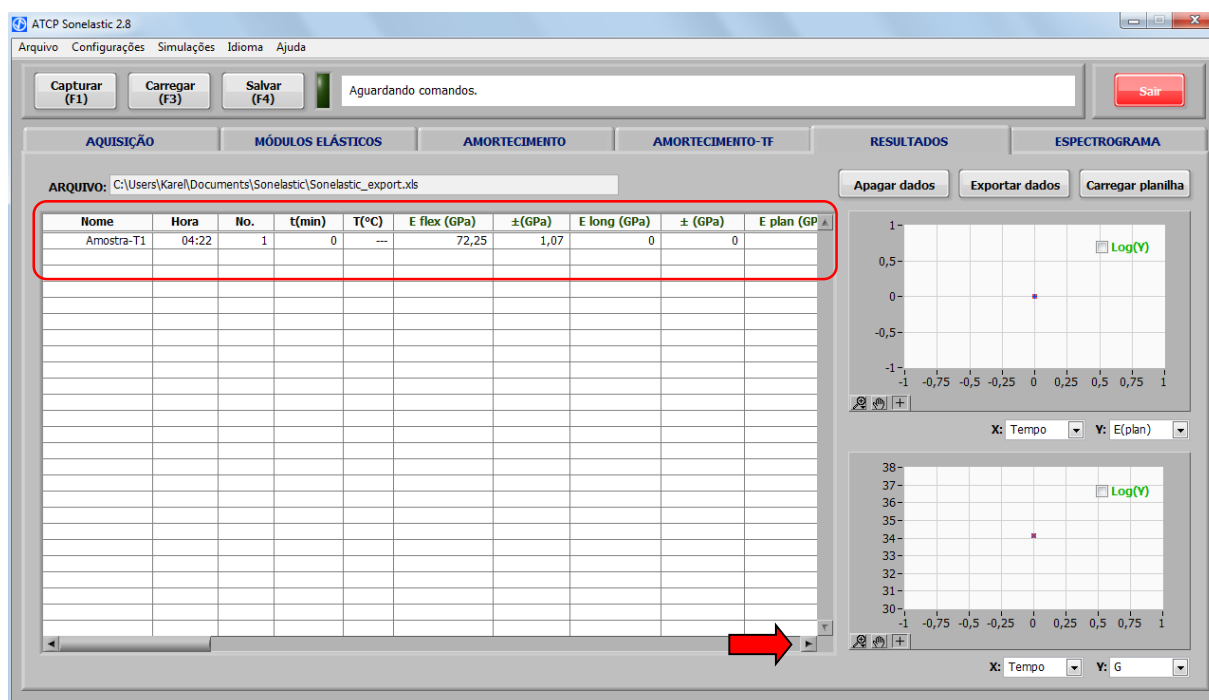

Figura 56. Tela do Software Sonelastic® com os dados da medição na tabela exportada.
Todos os dados da medição estarão contidos na tabela que será exportada para o Excel. A Figura 56 mostra alguns destes dados: nome da amostra ("Nome"); horário da medição ("Hora"); número da medição ("No."); tempo em minutos ("t(min)"); temperatura, caso a medição seja em função da temperatura ("T (°C)"); módulo de elasticidade flexional ("E flex (GPa)"), incerteza ("±(GPa)"), módulo de elasticidade longitudinal ("E long (GPa)") e módulo de elasticidade planar ("E plan (GPa)").
Demais valores disponíveis na tabela são: módulo de cisalhamento ("G (GPa)"); incerteza ("±(GPa)"); coeficiente de Poisson ("μ (Ad.)"); incerteza ("±(GPa)"); frequência utilizada para calcular o amortecimento ("F. Amortecimento (Hz)"); amortecimento no domínio do tempo ("Amortecimento (Ad.)"); amplitude ("A (V)"); etc. podem ser vistos clicando na seta para correr a planilha (Figura 56).